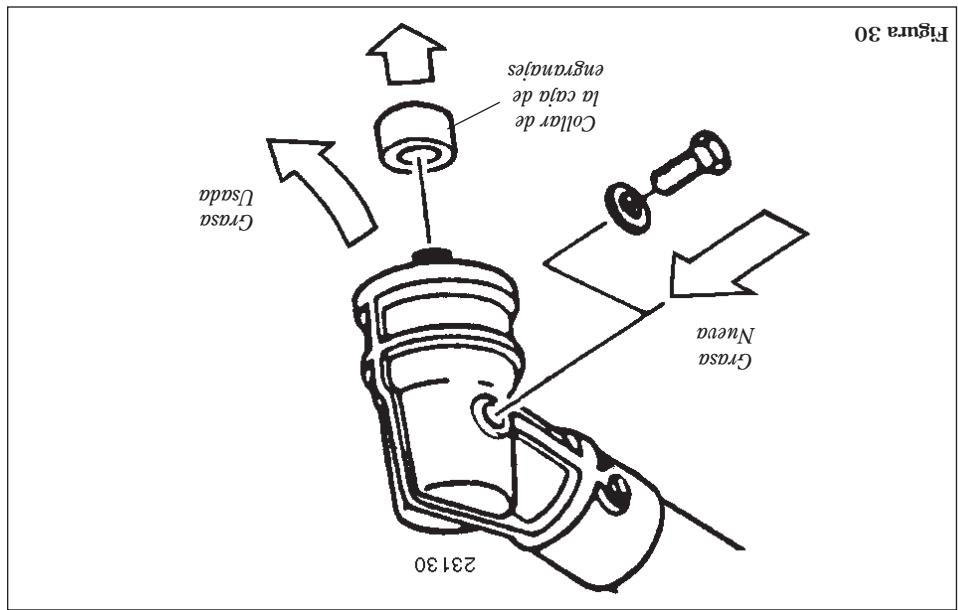

Figura 30
- Lubrique las estrias del eje principal. Consulte la figura 30.
- Use solamente grasa nueva a la caja hasta que la grasa usada se solidifique o su equivalente. Consulte la figura 30.
- Retire el accesorio de corte, el soporte del accesorio de corte y el collar de la caja de engranajes. Retire la tuerca del almenrador del costado de la caja de engranajes e introduzca grasa nueva en la caja hasta que la grasa usada se solidifique o su equivalente. Consulte la figura 30.
- Lubrique las estrias del cilindro. Consulte la figura 30.
- Retire y llimpie la tapa del cilindro y aleas del cilindro. Consulte la figura 30.